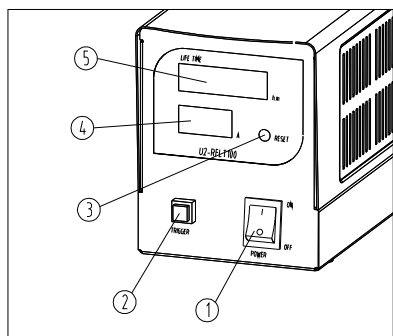

图 16
- (1) 接通电源，将汞灯电源箱开关①置于“—”(ON)状态，轻触汞灯触发键 (TRIGGER) ②，汞灯才被点亮，直到 5 分钟之后，汞灯激发的光源才稳定。(如图 16)
- (2) 计时器 (LIFE TIME) ⑤从左到右依次显示时、分、秒，共显示 5 位，显示数超过 5 位时，时、分、秒的前 5 位显示，其余隐藏。要看隐藏的分、秒轻触计时器复位键 (RESET) ③即可显示，6 秒后返回轻触前的显示状态。
- (3) 换新汞灯或需要计时器 (LIFE TIME) ⑤复零时请长按计时器复位键 (RESET) ③5 秒后计时器 (LIFE TIME) ⑤时、分、秒全部清零。
- (4) 电流表 (CURRENT) ④显示范围 0~9.99A。